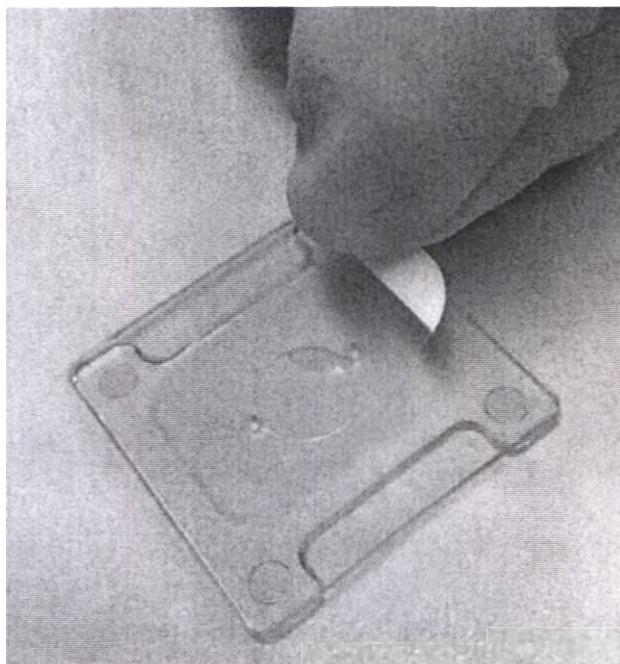

Рисунок 3.12 Герметизация картриджа
8. Загерметизируйте верхние заправочные отверстия пленкой. Липкая сторона пленки должна прилегать к картриджу (рисунок 3.12).